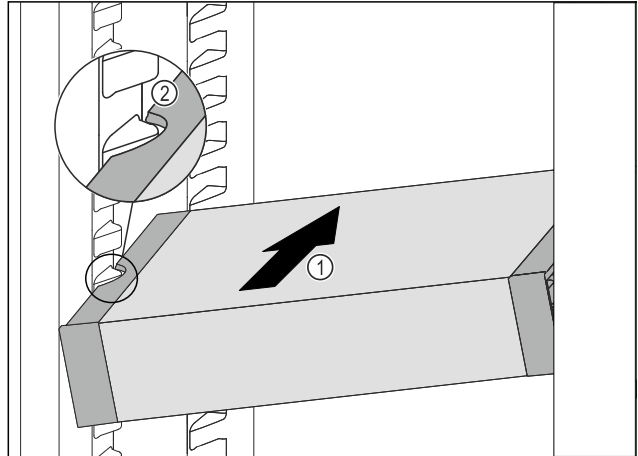

Fig. 109
- VarioSafe schräg in das Kühlteil einschieben Fig. 109 (1), bis sich die seitlichen Aussparungen Fig. 109 (2) des VarioSafes auf Höhe der Behälterrippe im Kühlteil befinden.